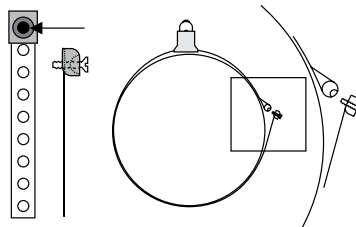

Figure 7
1. Attacher le contacteur sur le vérin comme indiqué Figure 7. Serrer légèrement le collier seulement afin de pouvoir ajuster la position du capteur sur le vérin.